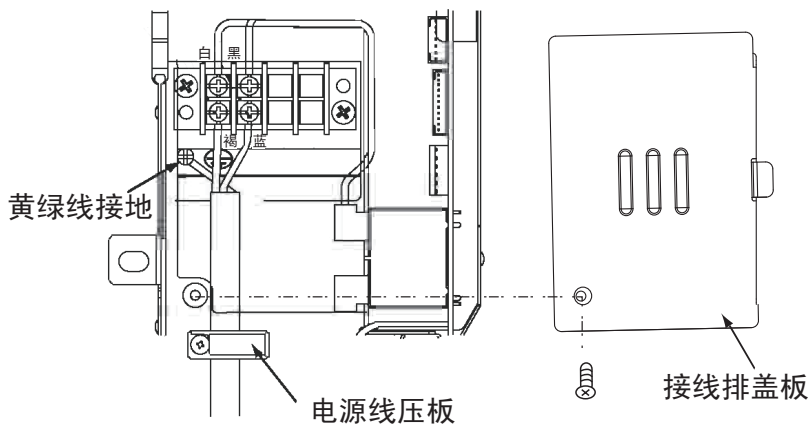

图15
- 将连接电缆从风室下盖板处往内插入后，再将连接电缆如下图将头部弯折。（如图15）